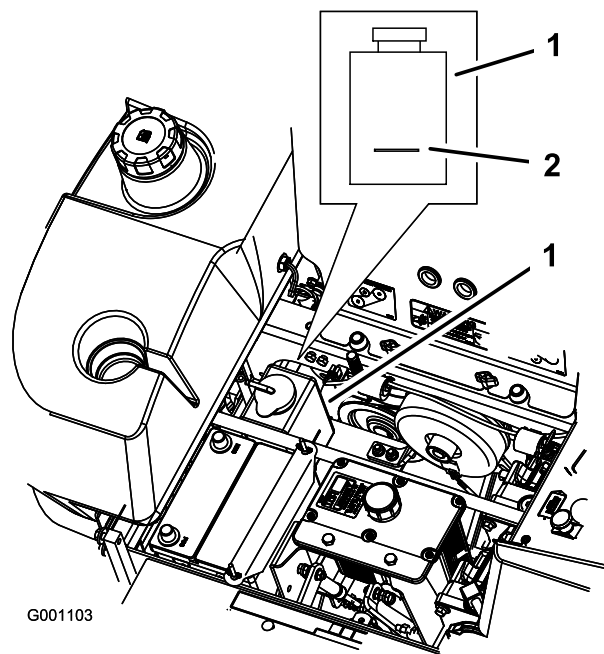

Figura 57
3. Con el motor frío, compruebe el nivel del depósito de expansión. El nivel de líquido debe llegar a la línea en relieve en el exterior del depósito de expansión (Figura 57).
4. Si el nivel de refrigerante es bajo, añada una mezcla al 50% de anticongelante de larga vida y agua al depósito de expansión (Figura 57).
5. Añada la mezcla al 50% de refrigerante al depósito de expansión y llénelo hasta la línea marcada en el depósito (Figura 57).